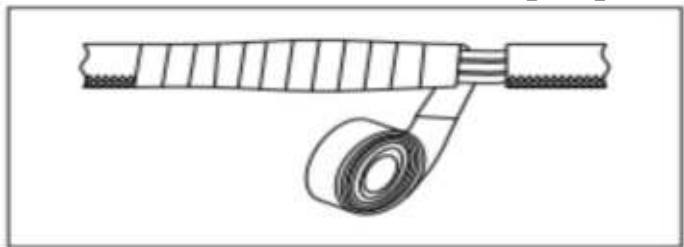
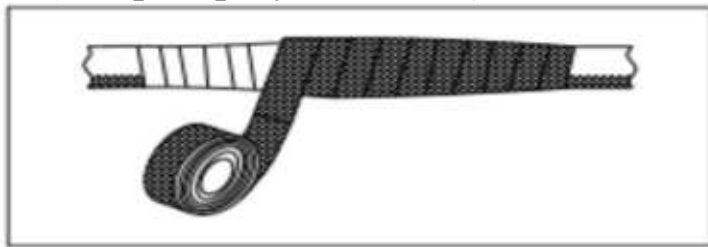

Рисунок 5
Рисунок 6
3. Обмотайте место соединения сетевого кабеля изолентой (смотрите рисунок 5 ниже), после чего плотно обмотайте сырой резиной (смотрите рисунок 6 ниже).